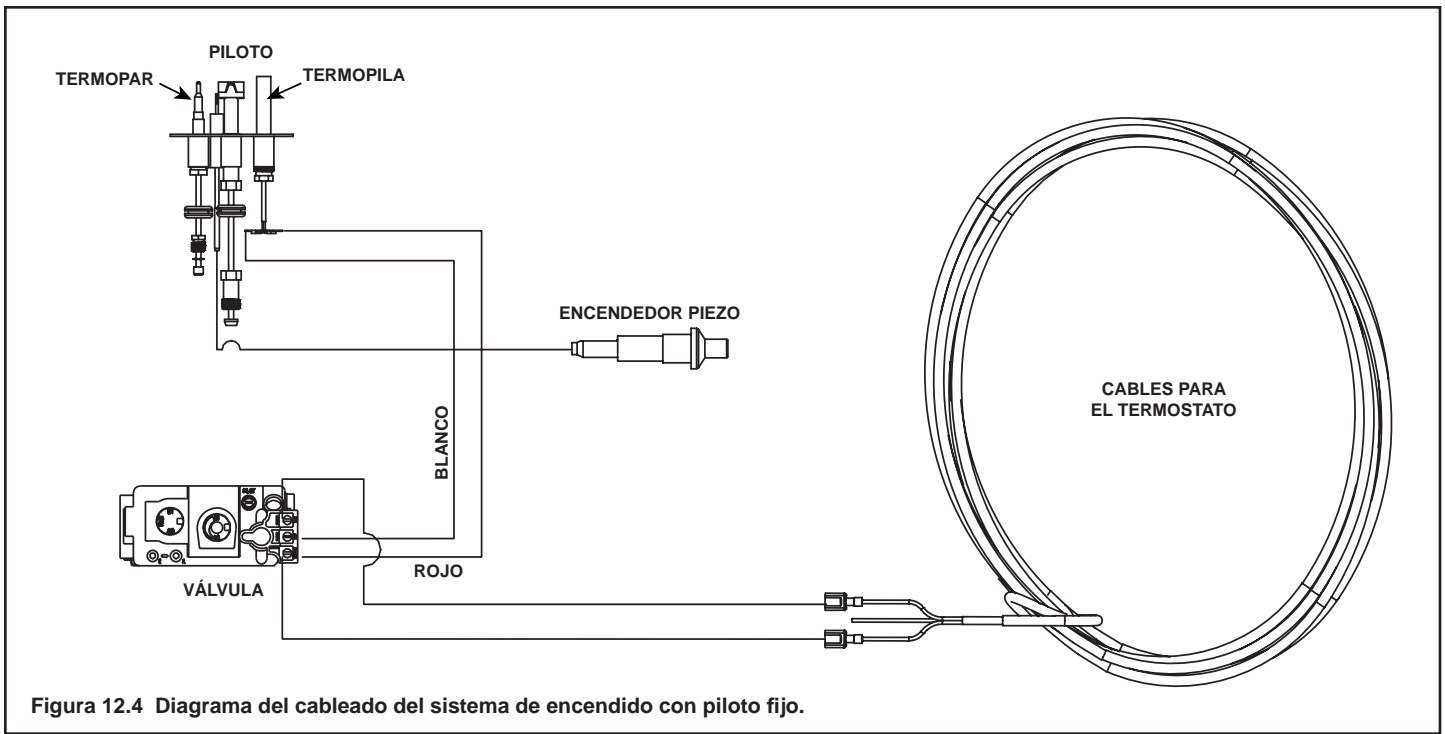

Figura 12.4 Diagrama del cableado del sistema de encendido con piloto fijo.
- En el cableado de un sistema de encendido con piloto fijo no se requiere el suministro de corriente alterna de 110 voltios para que éste funcione. Vea la Figura 12.4.